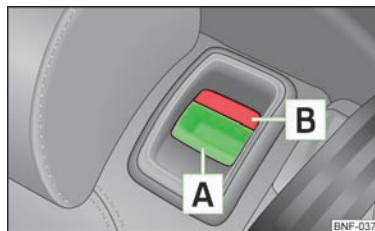

Abb. 36
- Durch Drücken des Entriegelungsgriffs **A** » Abb. 36 die Sitzlehne entriegeln und nach vorn klappen.
- Anschließend die Sitzlehne zurückklappen, bis der Entriegelungsgriff einrastet - dieses durch Ziehen an der Sitzlehne überprüfen » Abb. 36.
- Sicherstellen, dass die rote Markierung B » Abb. 36 nicht mehr sichtbar ist.